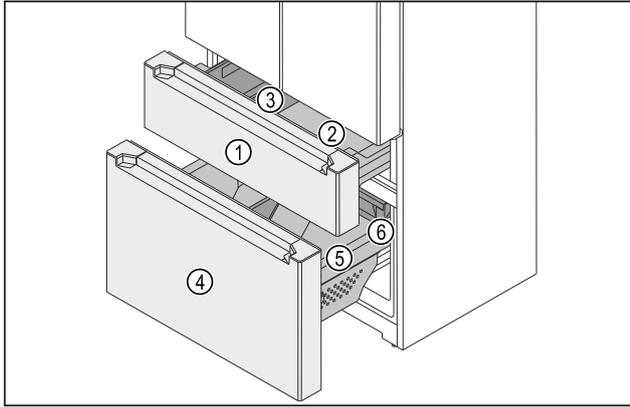

Fig. 147 Auszugswagen Gefrierteil
- (1) Oberer Auszugswagen (4) Unterer Auszugswagen
(2) Behälter (5) Behälter
(3) FlexBox (6) Schubfach
Das Gefrierteil besteht aus zwei Auszugswagen. Im oberen Auszugswagen Fig. 147 (1) sind ein Behälter Fig. 147 (2) und eine FlexBox Fig. 147 (3). Im unteren Auszugswagen Fig. 147 (4) sind ein großer Behälter Fig. 147 (5) und ein Schubfach Fig. 147 (6). Sie können die Behälter im oberen und unteren Auszugswagen zur Reinigung entnehmen.